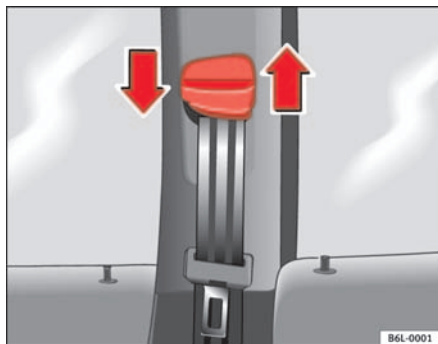

Abb. 16 Einbauort der Gurthöheneinstellung
- Drücken Sie den Umlenkbeschlag im oberen Bereich und halten Sie den Beschlag in dieser Stellung ⇒ **Abb. 16**.